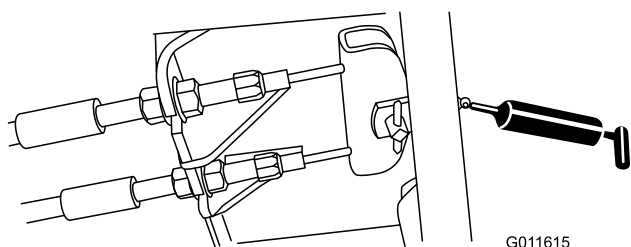

Рисунок 71
- Педаля тормоза (1 шт.) — Рисунок 71